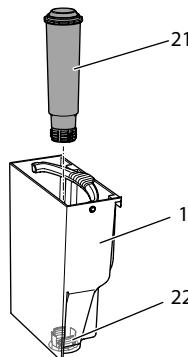

Fig. 15: Vissage/Dévissement de la cartouche filtrante à eau
- Retirer la cartouche filtrante à eau (voir Fig. 15 à la page 73).
9. Insérer une cartouche filtrante neuve dans le réservoir d'eau (voir Fig. 15).
3. Retirer la cartouche filtrante à eau (voir Fig. 15).